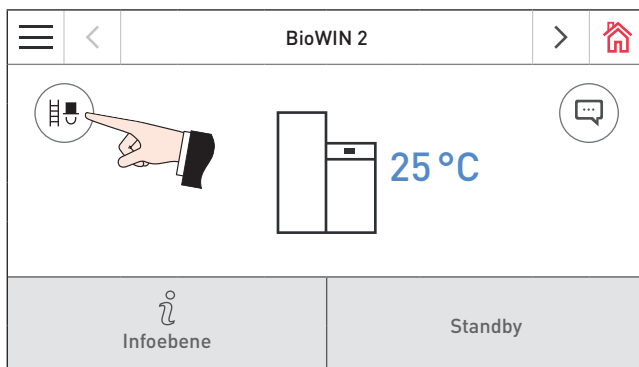

Fig. 18 Homescreen BioWIN2
- Kaminkehrer-Taste (☹️) am Homescreen des Kessels (Fig. 18) drücken.